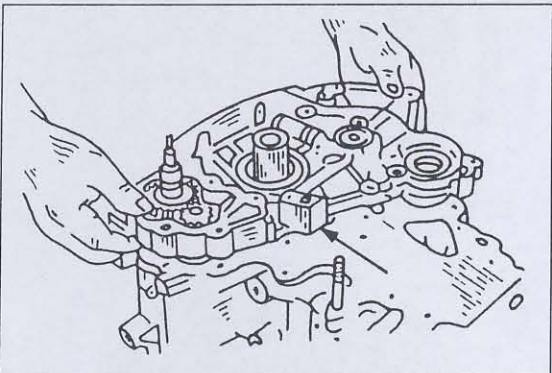

Bild 29
- Bei einem "G6"-Motor das vordere Gehäuse zusammen mit der Ausgleichswelle ausbauen. Dazu muss höchstwahrscheinlich ein Schraubenzieher in die Kerbe an der Kante eingeschoben werden (an der in Bild 29 gezeigten Stelle), um das Gehäuse abzudrücken. Das Ölpumpenzahnrad und die linke Welle aus dem Gehäuse herausziehen und die rechte Welle aus dem Zylinderblock herausziehen.